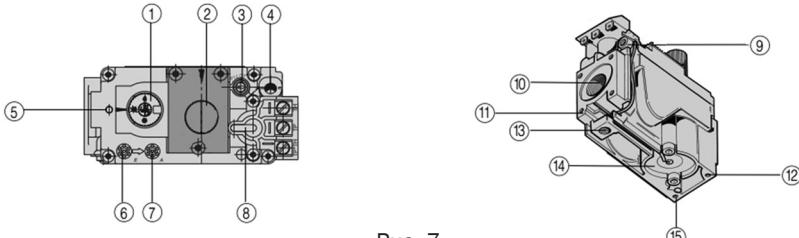

Рис. 7.
**Для котлов мощностью от 16 до 50 кВт с газогорелочным устройством на основе итальянской автоматики «820 Nova» и инжекционной горелки Polidoro (см. рис. 7)**